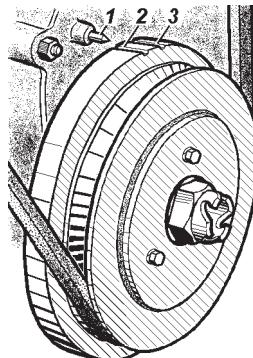
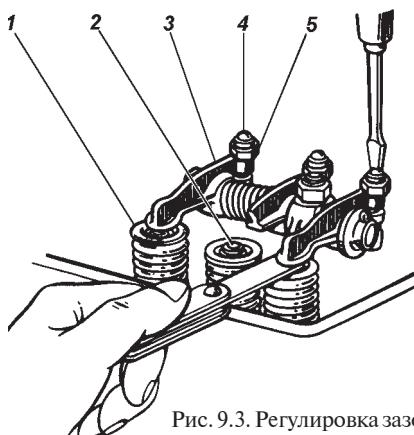

Рис. 9.2. Установочные метки на шкиве-демпфере коленчатого вала:
Рис. 9.3. Регулировка зазора между коромыслом и клапаном:
- установите поршень первого цилиндра по метке на шкиве-демпфере коленчатого вала (рис. 9.2) в ВМТ при такте сжатия и щупом проверьте зазор между коромыслами и 1, 2, 4, 6 клапанами. При неправильном зазоре с помощью регулировочного винта установите зазор по шупу (рис. 9.3), после чего, поддерживая отверткой регулировочный винт, затяните контргайку и проверьте правильность зазора;